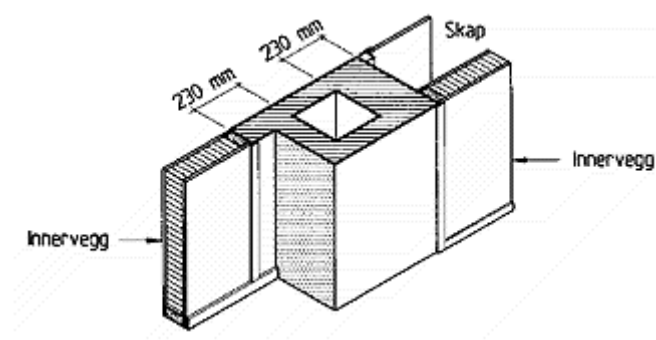

Fig. 331
**331 Avstand til brennbart materiale i takgjennomføring og tilstøtende vegger. For teglskorstein skal pipeløpets indre flate være minst 230 mm fra brennbart materiale, se fig. 331. Dette gjelder ikke golvbord, himlingspanel og golv- og taklister av tre hvis skorsteinen har minst 20 mm tykk puss og det mellom puss og treverk er et lag ubrennbare plater med varmemotstand minst 0,02 m2K/W. Der skorstein med halvsteins vange (110 mm) går gjennom bjelkelag eller tak av tre, skal pipevangene utkrages til tykkelse minimum 230 mm. Har skorsteinen minst 20 mm puss, kan utkraging sløyfes når avstanden fra utside av pusset vange til treverk (golvbjelker, sperre) blir 100 mm og mellomrommet mellom skorstein og treverk fylles med ubrennbar isolasjon.**